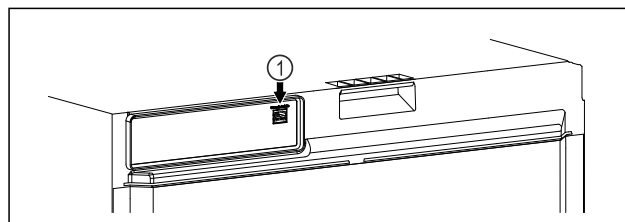

Fig. 100
- Założono SmartModule Fig. 100 (1).